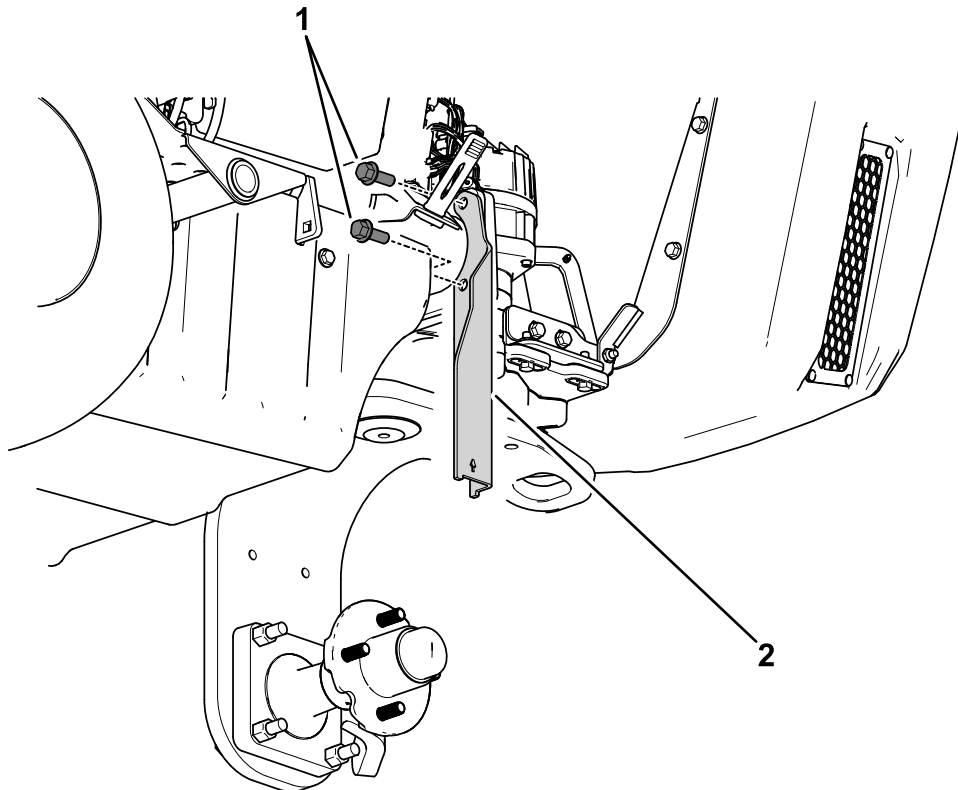

Figura 49
1. Utilizzate i bulloni esistenti (7/16") della scatola sterzo (vicino all'unità sterzo) per fissare la staffa del cavalletto alla scatola sterzo (Figura 49).